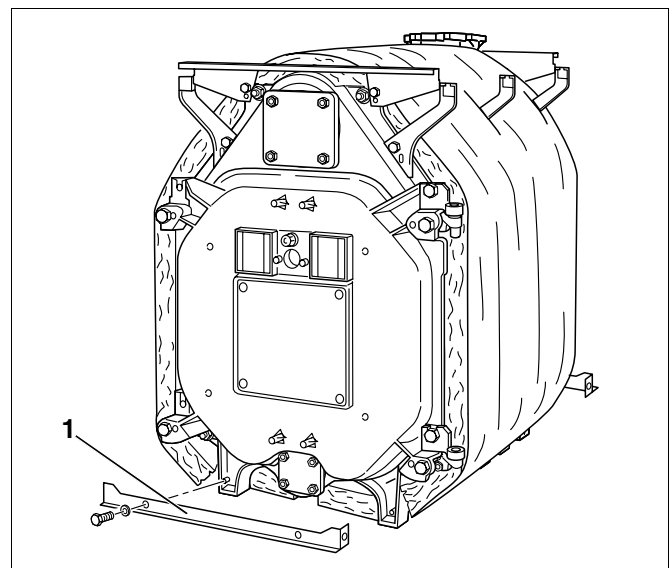

Рис. 43 Установка нижних поперечных траверс
- Снизу, спереди и сзади закрепить двумя болтами поперечные траверсы (рис. 43, поз. 1) к ножкам котла. Отбортовки этих траверс должны быть направлены от котла.